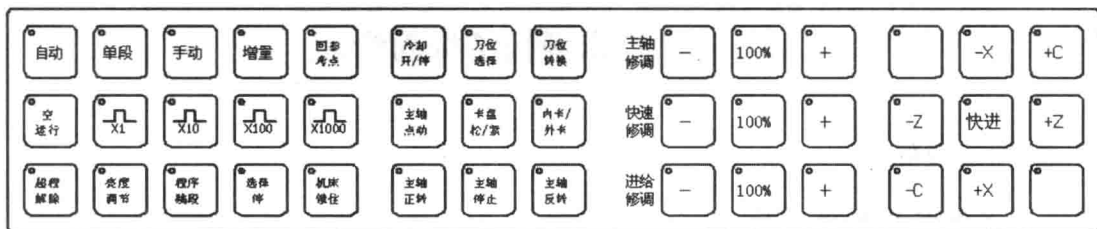

图 1-2 控制面板控制按键
(1) 液晶显示器。显示器位于面板的左上角，主要显示软件的操作界面，以及显示加工时所需要的相关数据。
(2) MDI 键盘。MDI 键盘主要作为系统的输入设备，完成程序的输入，参数修改等工作。
(4) 功能键。功能键没有确定的功能内容，由于其功能是随着显示器显示内容的变化而改变，因此通常称作软键。
(5) 机床控制面板。控制面板是用来手动操作其工作状态的，其中主要包括：自动、单段、手动、增量、回零等操作方式，如图 1-2 所示。
(7) 选择【手动】按钮，按住【-X】方向键，将刀架先向“-X”方向移动（-X 方向的移动距离不要太远，当中托板黑色的防护板露出即可）。
(8) 对于初学者，在移动过程中很容易出现移动距离过大而“超程”的现象。这时系统会出现“急停”的红色报警信息。操作人员可按住【超程解除】按钮，如图 1-2 所示，在 3 秒钟后，系统的“急停”信息会变成“复位”，再由“复位”变到急停前的操作模式。接下来可按住【手动】按钮，向超程的反方向移动。例如：X 正方向超程可按【-X】方向键。
(9) 完成上面的操作后，机床刀架几经移动到各轴的负方向位置，这时按下【回参考点】按钮，系统处于“回参”状态。按下【+X】方向键，刀架向机床正方向移动（移动时的速度不要过快，以免产生定位误差过大的报警。在确定了刀架与尾座无干涉后按下【+Z】方向键。刀架缓慢移动至参考点。到达参考点后，【+X】和【+Z】键的指示灯点亮，证明系统回参成功。
(10) 参考点返回后，机床进入正常的工作状态。当工作结束后，要求将机床刀架移动到床身尾部，以减少机床床身的变形。因此，在关机之前进行回零操作（同（6）~（8）步）。回参结束后，按下【急停】按钮，关闭机床电源。